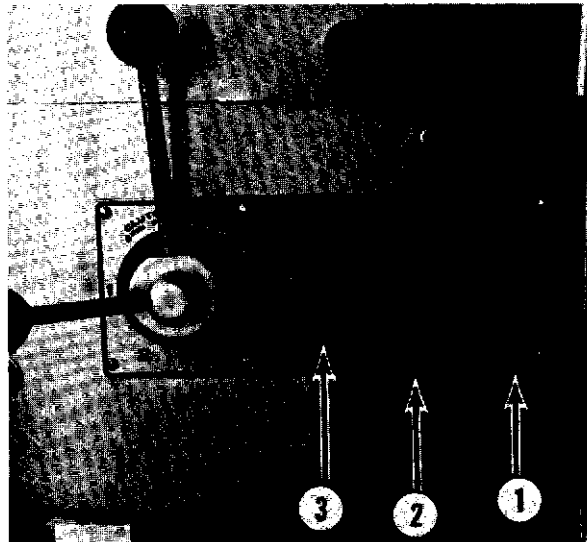

Fig. 15-1
A. Stop Switch (1, Fig. 15-1).
B. Start Switch (2, Fig. 15-1).
C. Timer (3, Fig. 15-1).